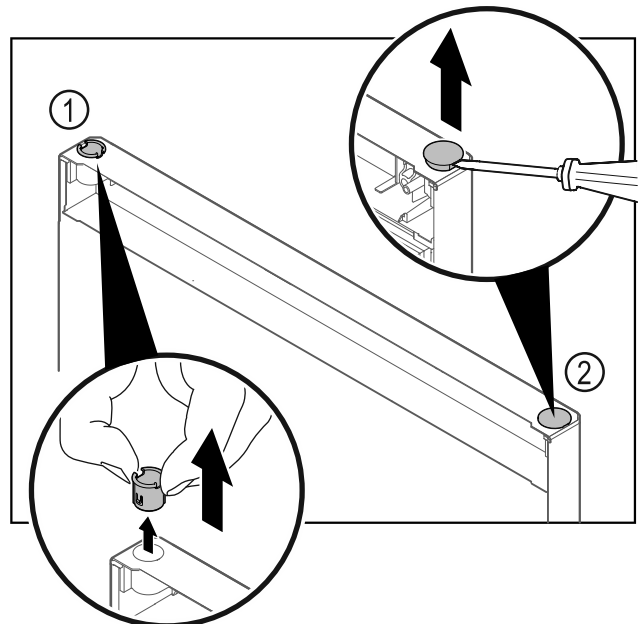

Fig. 31
- Dra ut gångjärnsbussningen Fig. 31 (1) med fingrarna.
- Lyft försiktigt upp täckpluggen Fig. 31 (2) med en spårskruvmejsel och dra ut den.